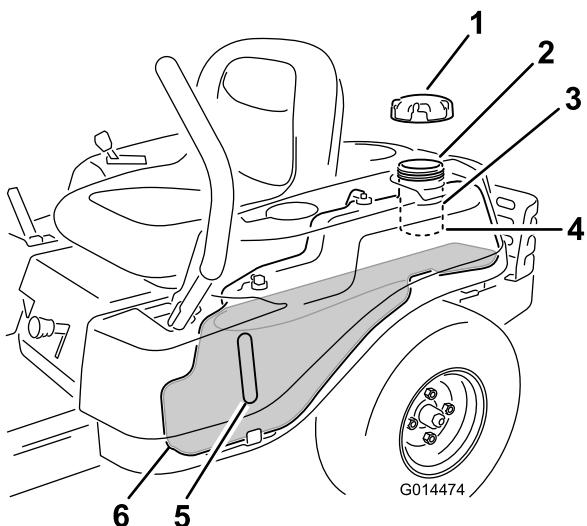

Figure 7
2. Versez lentement de l'essence jusqu'à ce que le niveau atteigne la base du goulot de remplissage (Figure 7).
Remarque: Vous pouvez utiliser le regard pour vérifier la présence d'essence avant de faire le plein (Figure 7).